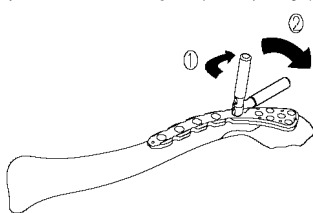

図6
①設置時にアダプタのケーブルホール向きをケーブルの巻き方向に調整します。
②ホルダーはスナップさせることで取り外せます。(図6)